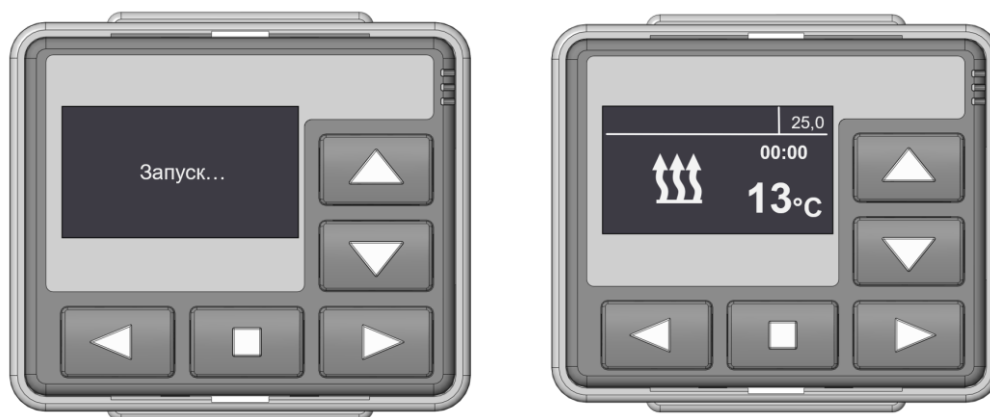

Рисунок 5.44. Запуск подогревателя
- Нажать второй раз на кнопку включения для запуска подогревателя. Исправная работа подогревателя сопровождается характерными звуками горения (свистом) и щелчками, издаваемыми помпой, рис. 5.44.